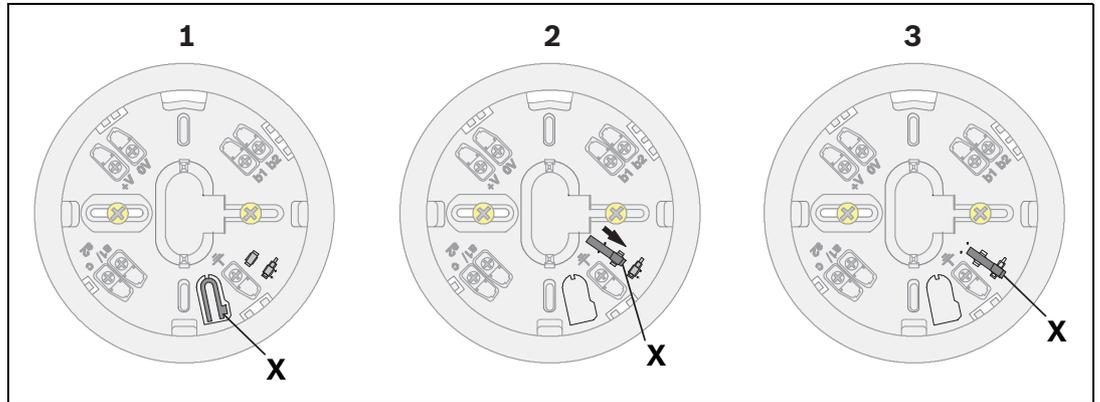

Рисунок 4.1 Активация защиты от снятия
Блокировка активируется посредством выламывания защелки (X) из основания и установкой ее в соответствующей направляющей, как показано на *Рисунок 4.1*.